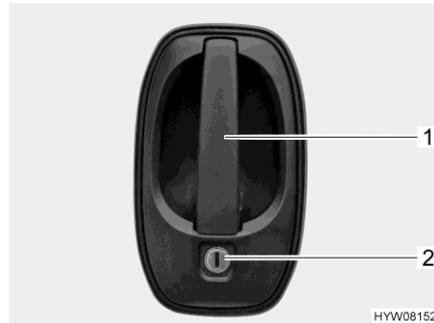

Bild 36 Tüschloss (Fahrertür/Wohnraumtür außen)
- Schlüssel in Schließzylinder (Bild 36,2) stecken und drehen, bis das Tüschloss entriegelt ist.
- Am Türgriff (Bild 36,1) ziehen. Die Tür ist geöffnet.
- Schlüssel in Schließzylinder (Bild 36,2) stecken und drehen, bis das Tüschloss verriegelt ist.